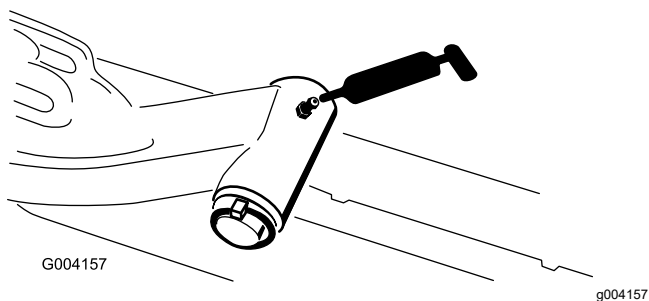

**Figure 31**
- Pivot de bâti porteur d'unité de coupe (x 1) – Figure 31